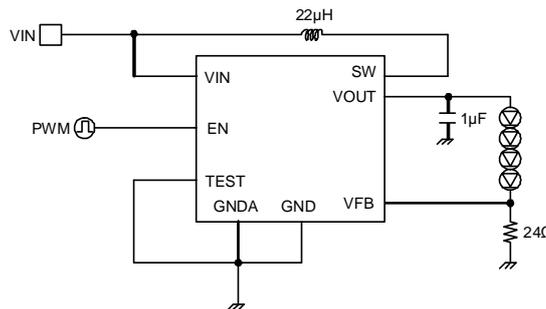

Figure 16. EN 端子の PWM による輝度調整例 (f_{PWM}=100~300Hz)
1)PWM 輝度調整は Figure 16.で示される通り EN に PWM 信号を与えることにより行われます。